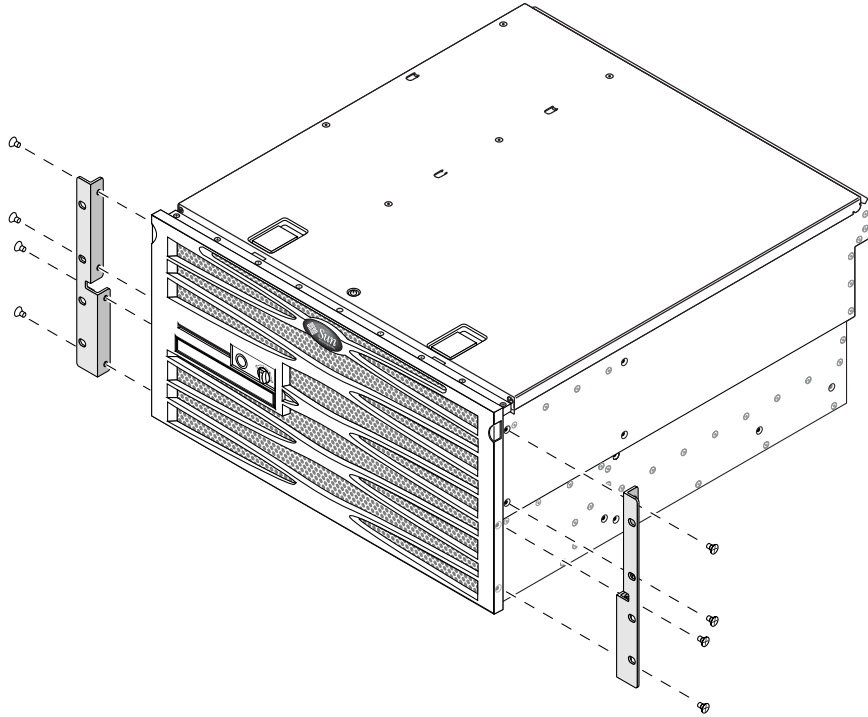

图 3-18 将固定式装配托架固定到服务器上
2. 用八颗自带的 M5 × 8 毫米十字平头螺丝（每个托架用四颗），将两个前端固定式装配托架固定到服务器的两侧（图 3-18）。